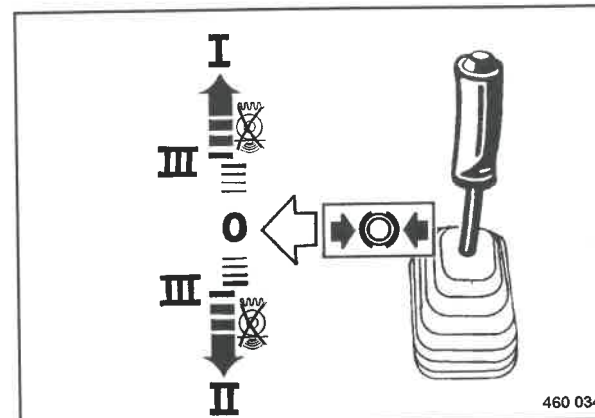

Fig. 68
- Porre lentamente la leva di marcia (Fig. 68) nella direzione di marcia desiderata nella posizione "III".
Se la leva di marcia (Fig. 68) viene spostata oltre la posizione "III", la vibrazione si spegne automaticamente.